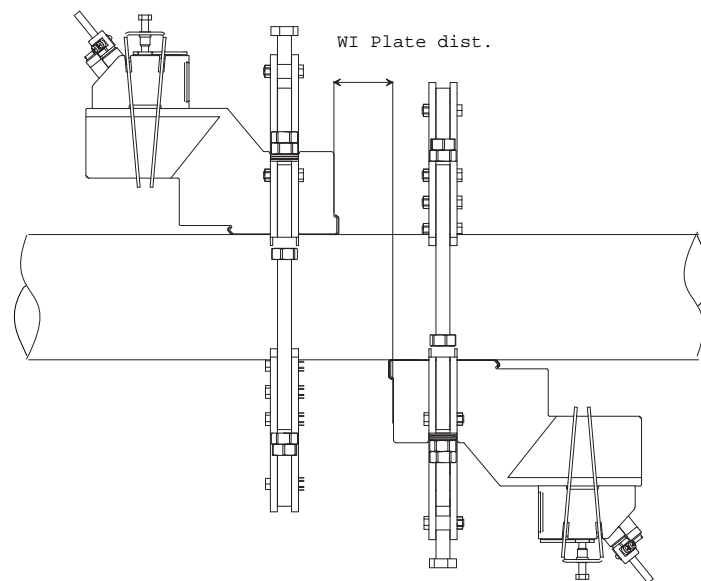

Abb. 3.10: Montage der zweiten Koppelplatte in Rohrhalterung
- Schieben Sie die zweite Koppelplatte mit dem montierten Sensor in die zweite Rohrhalterung ein (siehe Abb. 3.10).
- Stellen Sie den Koppelplattenabstand $WI\ Plate\ dist.$ ein (siehe Abb. 3.10).